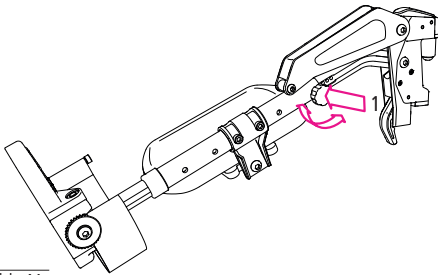

Abb.41
2. Nun können Sie die Beinstütze in den gewünschten Winkel bringen (2, Abb. 41).
4. Abschließend ziehen Sie die Schraube wieder handfest an (1, Abb. 41).